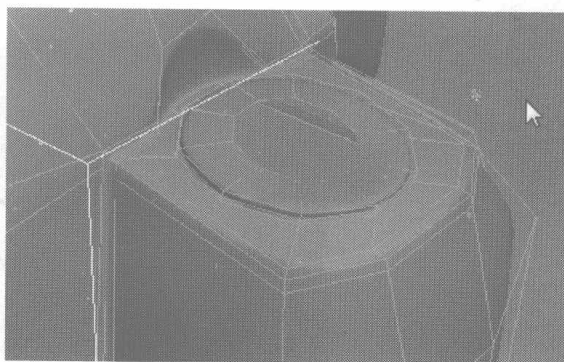

图 6.274
- 01** 根据上述制作相机右侧凹槽的方法来制作此处的凹槽，效果如图 6.274 所示。